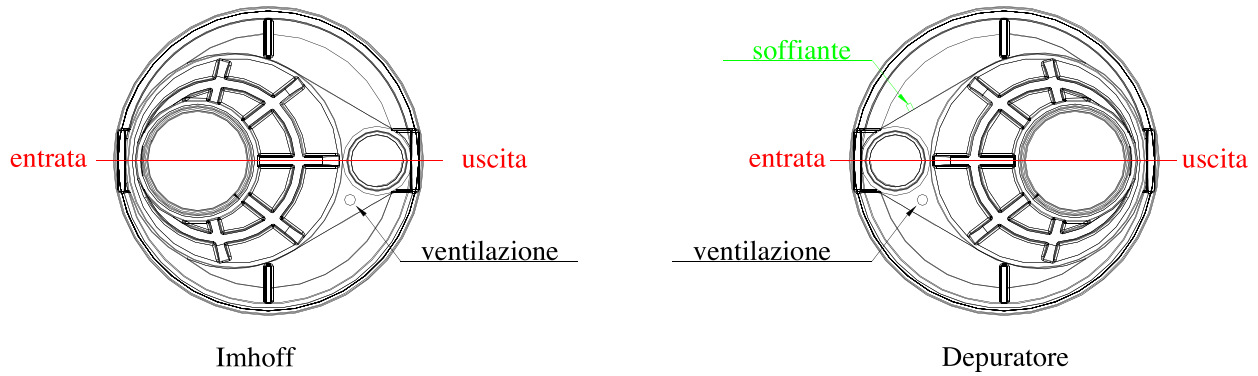

Fig.2 – Posizionamento collegamenti biogas e ossigenazione
5.2. Collegamento uscite biogas (ventilazione) (Fig.2)
- il collegamento deve essere effettuato utilizzando fascette di acciaio inox e tubo rinforzato in gomma da $\frac{3}{4}$ " (19mm) o superiore, proteggendolo da schiacciamento e strozzature. Il collegamento al depuratore avverrà in corrispondenza del raccordo identificato dalla targhetta o scritta "soffiante" (Fig.2).